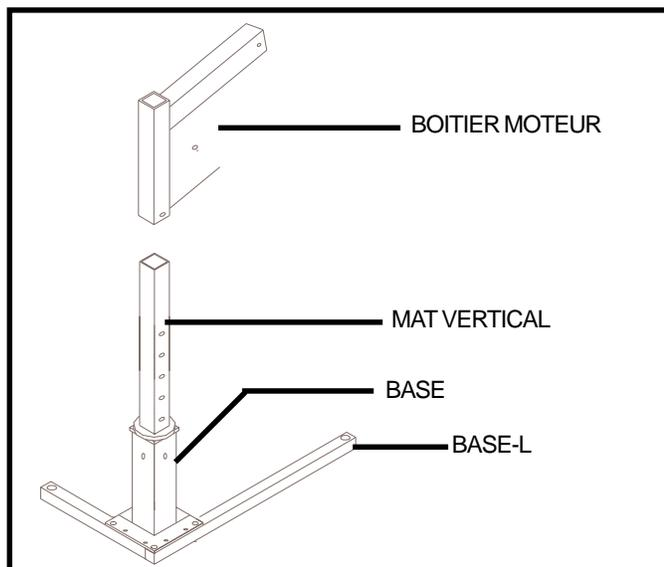

FIGURE 3.
2. Placez la base sur la base-L. **Voir la figure 3.**
3. Insérez le mât vertical dans la base. **Voir la figure 3.**
4. Glissez le boîtier moteur sur le mât vertical. **Voir la figure 3.**